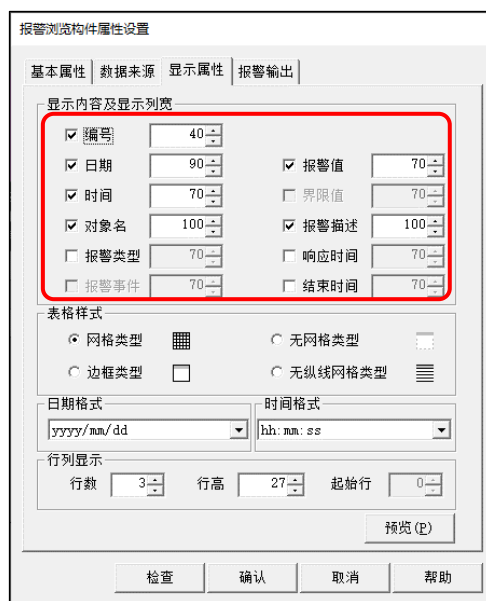

图 4.3-4 显示属性设置
- ④ 如图 4.3-4 所示：在显示属性页，按照需要勾选显示内容：“编号”、“日期”、“时间”、“对象名”、“报警值”、“报警描述”，并设置合适的列宽；其他功能页用户根据自己的需要进行设置。设置完成点击“确认”。